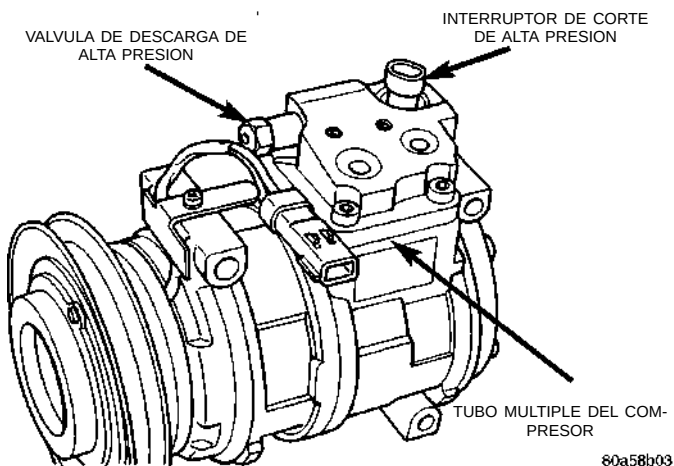

Fig. 35 Ubicación de la válvula de descarga de alta presión
- (1) Desconecte el conector de cableado en el conmutador (Fig. 35).
- (2) Retire el anillo de muelle interno.
- (3) Tire del conmutador fuera del múltiple.
- (1) Retire el refrigerante del sistema de A/A usando una máquina de recuperación de refrigerante R-134a.
- (2) Gire la válvula de descarga de alta presión en sentido contrario de las agujas del reloj y sepárelo del vehículo (Fig. 35).